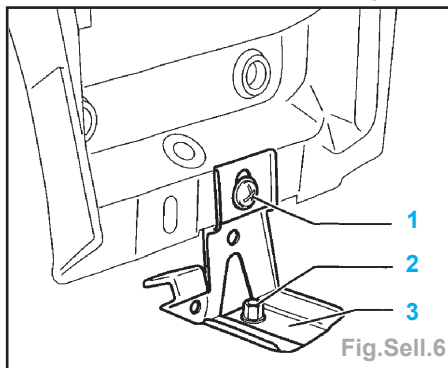

Fig.Sell.6
- Desserrer et enlever la vis (1) et l'écrou (2) et déposer le support (3) au-dessous de la partie centrale du tableau de bord (Fig.Sell.6).